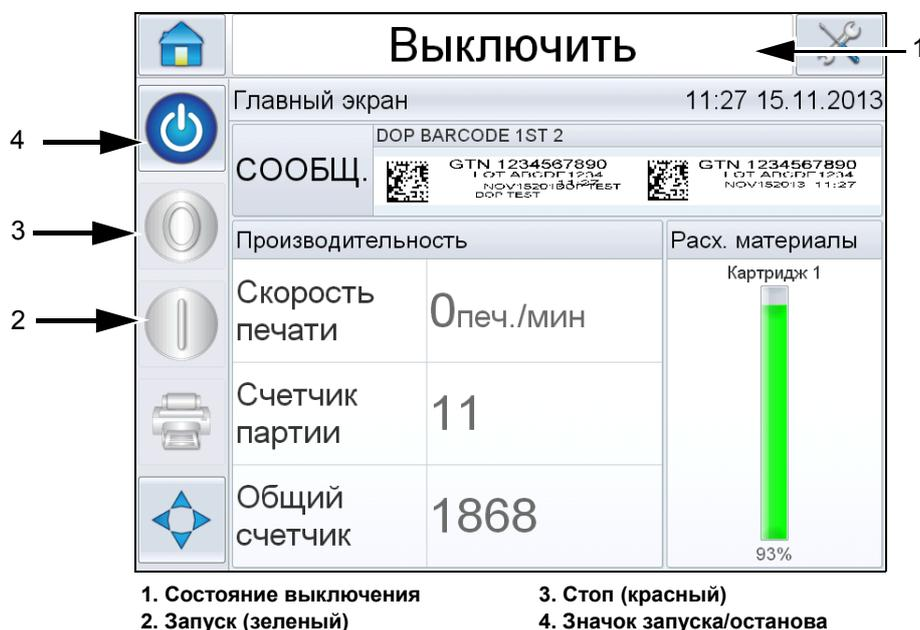

Рис. 5-7: Домашняя страница CLARiTY
При успешном завершении загрузки на экране отображается домашняя страница CLARiTY (см. Рис. 5-7 на стр. 5-6).
- 5 Во время выполнения процедуры *Выключить* значки «Стоп» (красный) и «Рабочий» (зеленый) (см. Рис. 5-7) недоступны (окрашены в серый цвет).